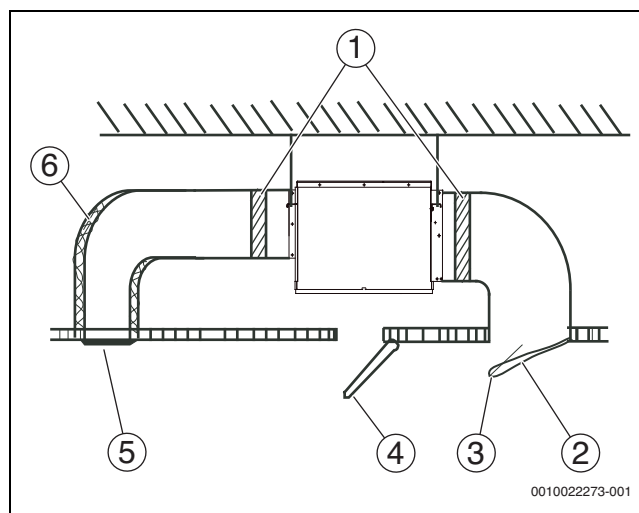
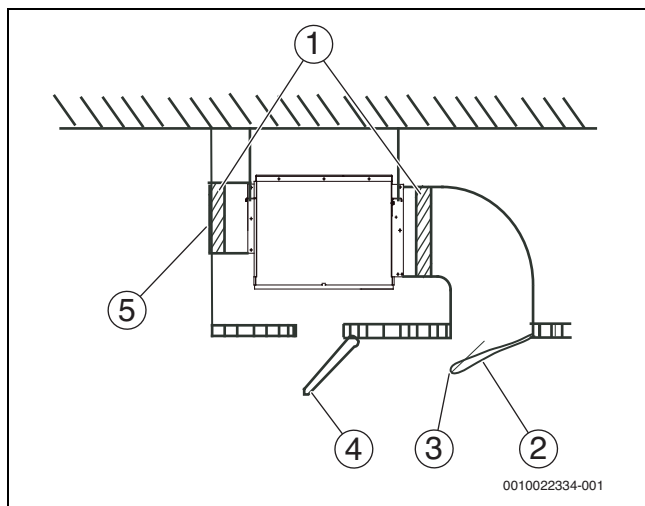

Рис. 21 Воздуховод, к которому предъявляются требования по статическому давлению
Рис. 22 Воздуховод, к которому не предъявляются требования по статическому давлению
6. Подсоедините воздуховод, как показано на рис. 21 и рис. 22. Для подготовки на месте монтажа требуются все компоненты, за исключением кондиционера.
Условное обозначение на рис. 21 и рис. 22: